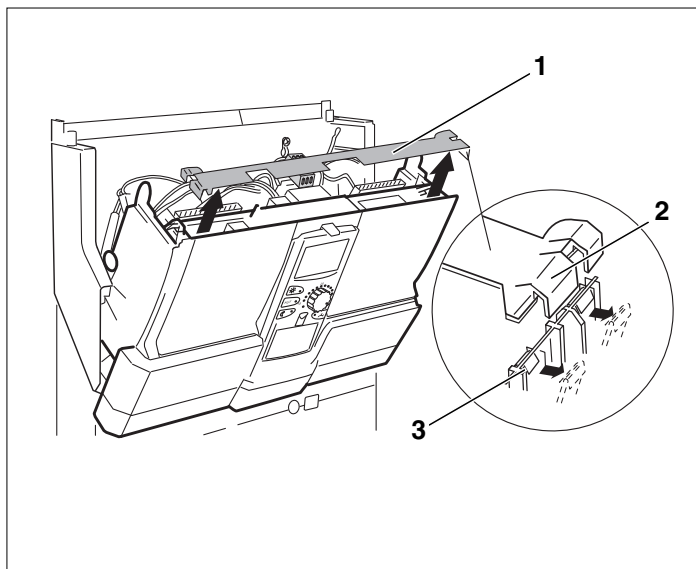

Рис. 4 Демонтаж планки
Для снятия планки (→ Рис. 4, [1]) потребуется отвертка.
- Отсоедините планку с одной стороны. Для этого выдавите отверткой одну из защелок (→ Рис. 4, [3]).
- Приподнимите планку за язычок (→ Рис. 4, [2]).
- Снимите планку (→ Рис. 4, [1]).